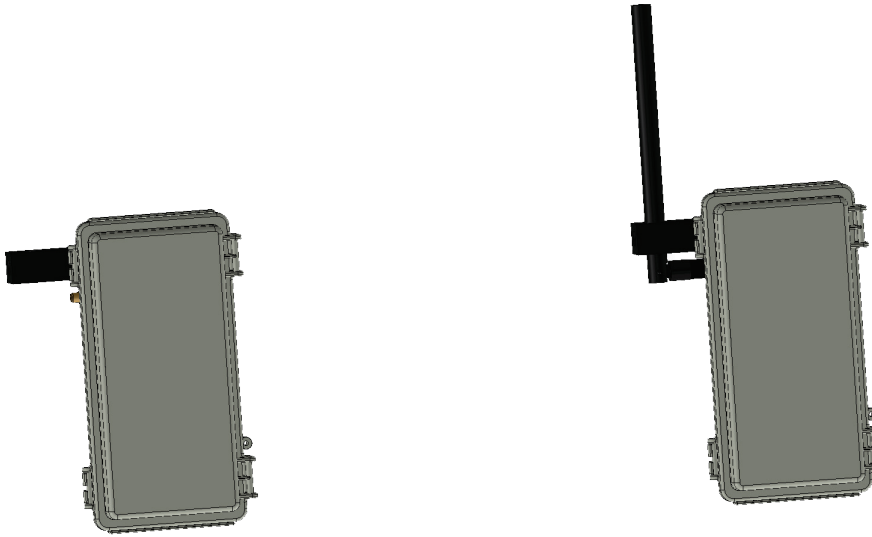

图 17: 放置天线
- Munters 的单向天线的波束角为 21。当使用其他单向天线时，请参见制造商波束宽度说明(图 17)。